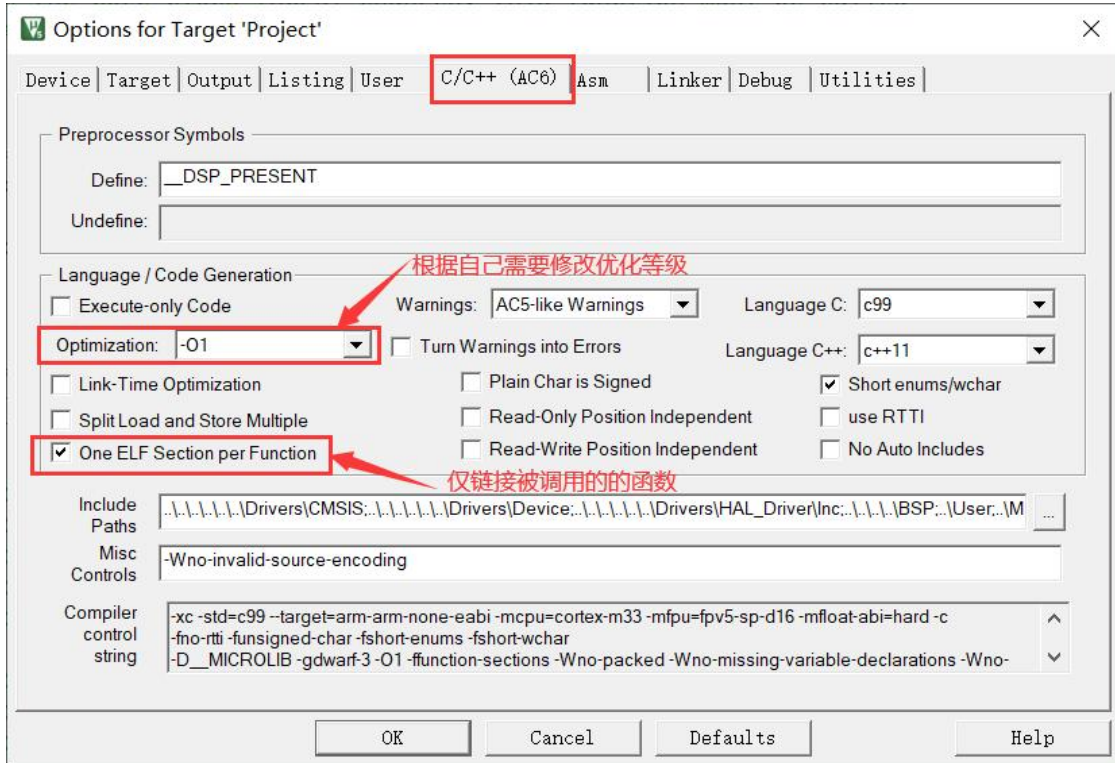

图 3-15 编译选项
4) 如图 3-15 所示，将 One ELF Section Per Function 的 打上，链接时未被调用到的函数不会被链接进去，能大大减少生成镜像文件的大小。优化等级根据自己需要选择。优化等级 0 方便跟踪调试；优化等级 3 代码效率很高。